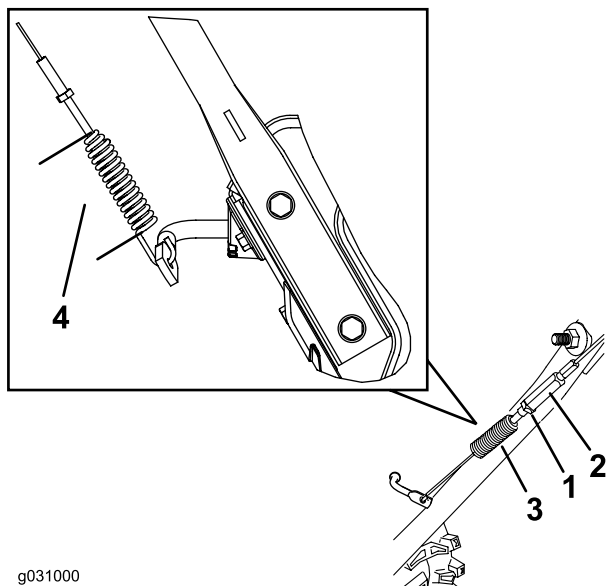

Figura 29
3. Afloje o apriete el tensor para ajustar la longitud del muelle a 7 cm, como se muestra en la Figura 29.
4. Apriete la contratuerca (Figura 29), asegurándose de que hay una ligera tensión en el cable.